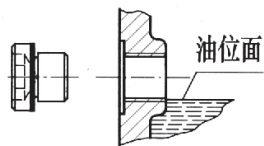

图 22
a. 油位孔为螺塞，请将螺塞拧出，假如油位正确，少量的油会从孔中流出，油的位置起码要达到孔的下缘（图 22）。